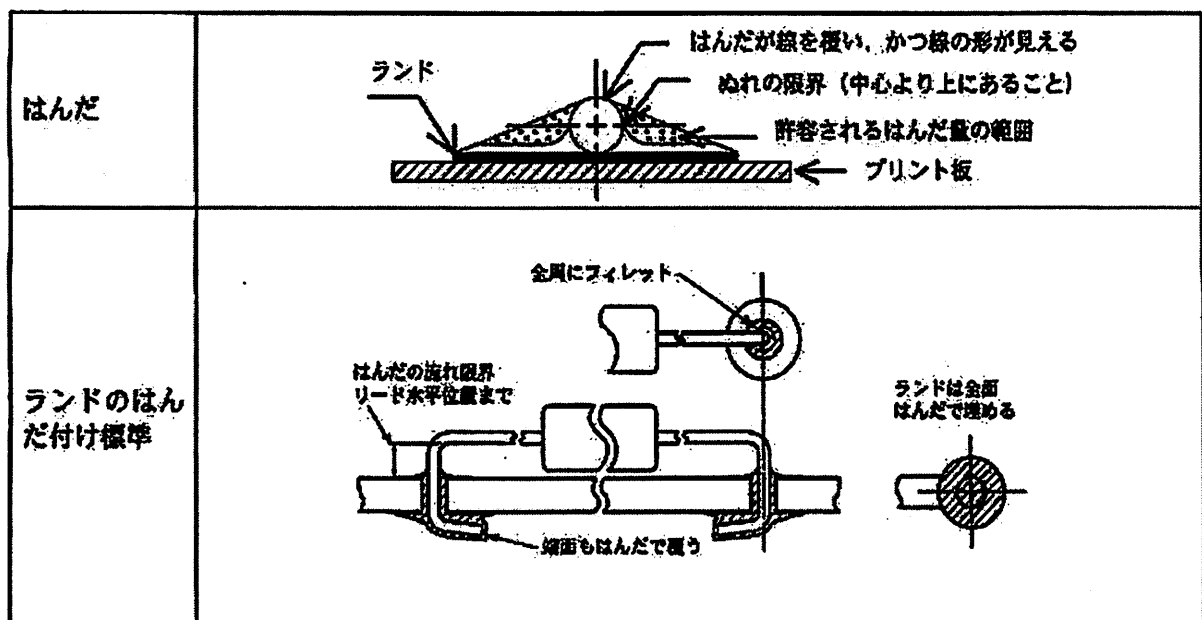

図2 はんだ付けについて
- イ. はんだの量は、部品リード線の折り曲げ部分、線の切り口等をはんだで覆い、かつ肉厚が薄く線の形がわかるものとする。（図2を参照）